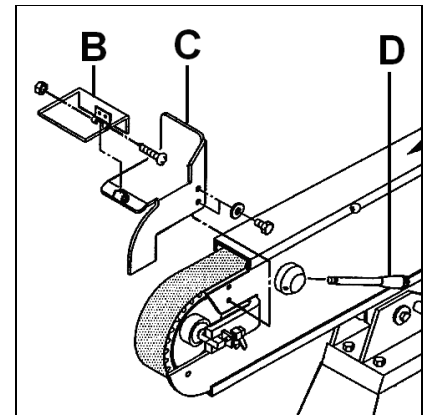
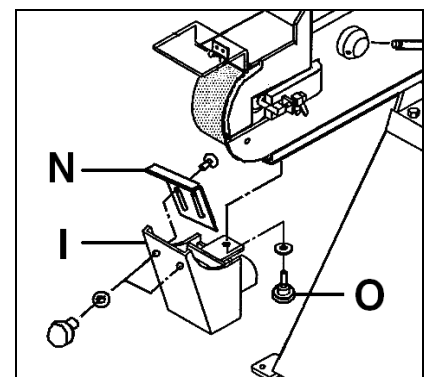

Fig 5
Fig 6
Montieren Sie den Werkstückanschlag (C, Fig 5) mit 2 Schrauben und Scheiben.
Montieren Sie den Funkenkasten (I, Fig 6) mit Griffschraube (O) und Scheibe.
Schließen Sie den Funkenschutz (B, Fig 5) und die untere Bandabdeckung (N, Fig 6).
Schließen Sie die untere Bandabdeckung (N, Fig 6).